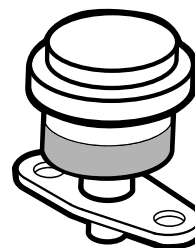

Figure 43
Faites l'entretien du préfiltre du filtre à air uniquement quand l'indicateur de colmatage (Figure 43) indique que cela est nécessaire. Changer le filtre à air prématurément ne fait qu'accroître le risque de contamination du moteur par des impuretés quand le filtre est déposé.
1. Contrôlez l'indicateur de colmatage du filtre. Si l'indicateur est rouge, remplacez le filtre à air (Figure 43).